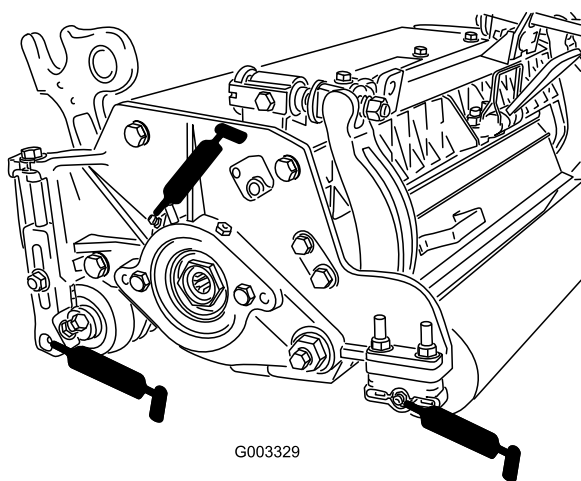

Figura 22
Cada unidade de corte possui (6) bocais de lubrificação (Figura 22) que deverão ser lubrificados regularmente com massa lubrificante n° 2 para utilizações gerais, à base de lítio.